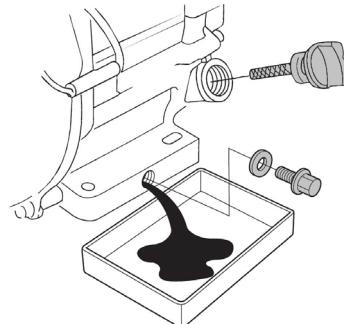

Рис. 30 Замена масла в двигателе
6. Открутите пробку для слива масла и спейте отработанное масло в подготовленную для этого емкость (Рис. 30).
3. Выкрутите из топливного бака выходной штуцер 4 и произведите его очистку (Рис. 30). Внимательно осмотрите сетчатый фильтр. При обнаружении механических повреждений замените штуцер топливного бака.